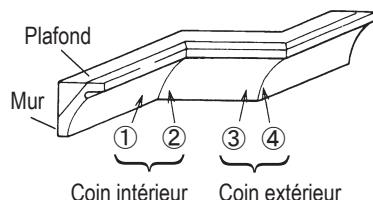
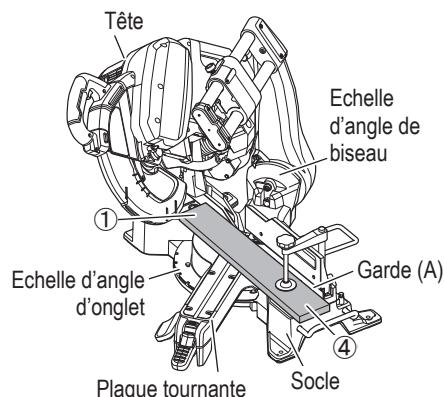
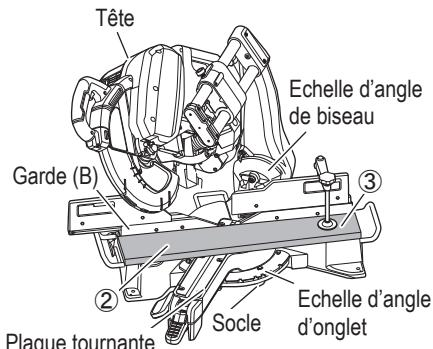

Fig. 34
Fig. 35
Fig. 36
Pour les montures de corniche complexe, voir la Fig. 34.
| Pour découper une corniche complexe aux positions ① et ④ de la Fig. 34. | | |
| Pour découper une corniche complexe aux positions ② et ③ de la Fig. 34 | | |
- (1) Réglage de coupe en corniche complexe aux positions ① et ④ de la Fig. 34 (voir Fig. 35; incliner la tête vers la gauche):
- (2) Réglage de coupe en corniche complexe aux positions ② et ③ de la Fig. 34 (voir Fig. 36; incliner la tête vers la gauche):
- (3) Réglage de coupe en corniche complexe aux positions ① et ④ de la Fig. 34 (voir Fig. 39; incliner la tête vers la droite):
- (4) Réglage de coupe en corniche complexe aux positions ② et ③ de la Fig. 34 (voir Fig. 40; incliner la tête vers la droite):
| | Position dans la Fig. 34 | Angle de coupe d'onglet | Pièce finie |